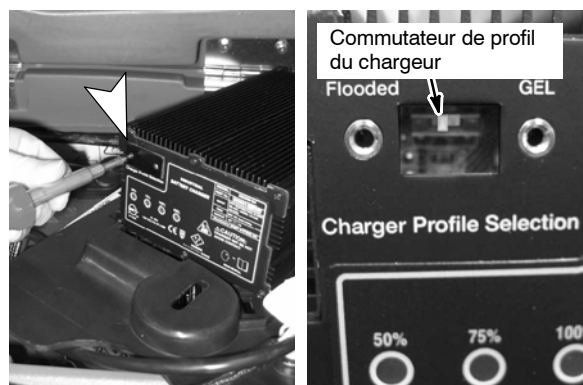

FIG. 36
2. Retirez le panneau de « sélection de profil du chargeur » et placez le commutateur dans la position adéquate: «GEL» ou «Flooded» (Figure 36). Le cordon du chargeur doit être débranché lors du réglage.